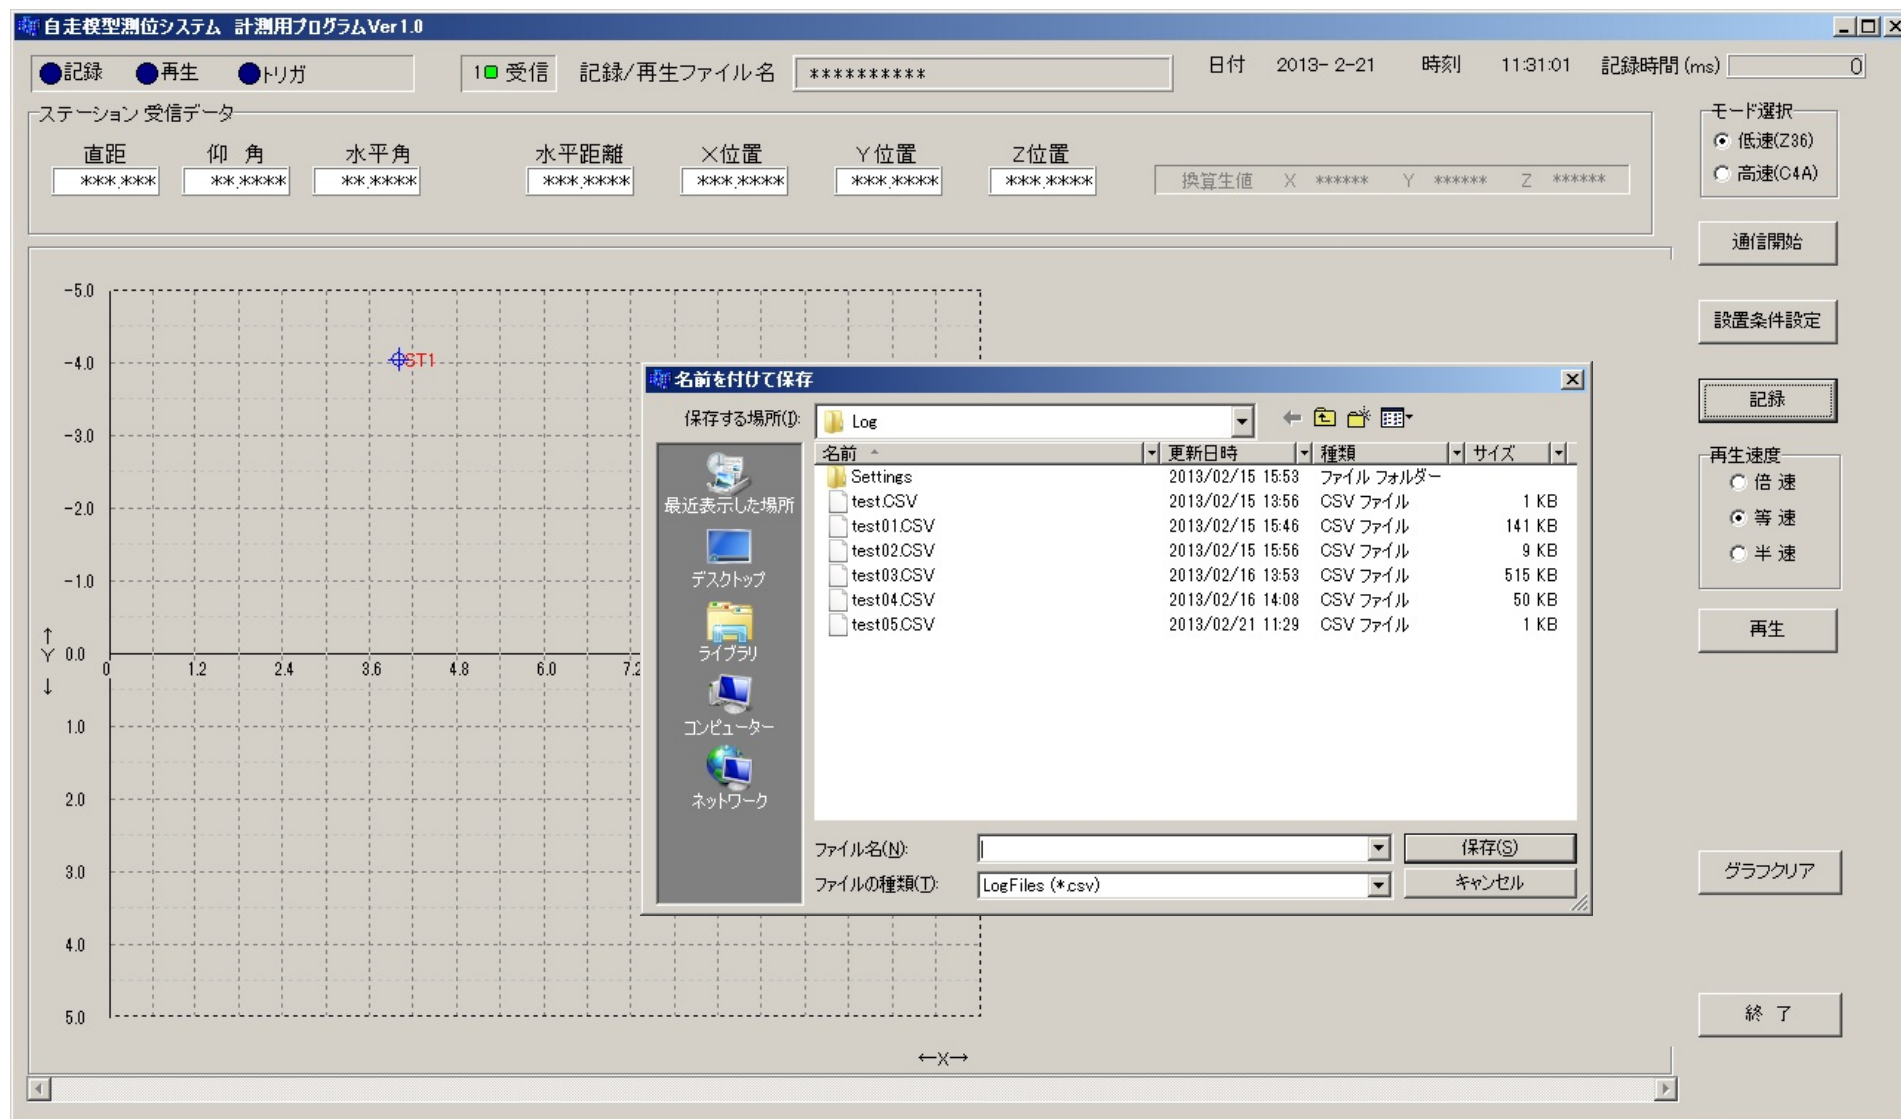

図 3.2-3 保存ファイル名の設定
| ⑦ 「記録/停止」ボタン | TS から出力される計測データの記録開始を指令する。ボタンを押下すると、保存ファイル名の設定画面(図 3.2-3 参照)がポップアップし、ファイル名確定後に記録が開始される。再度、ボタンを押下すると記録を中止させることができる。